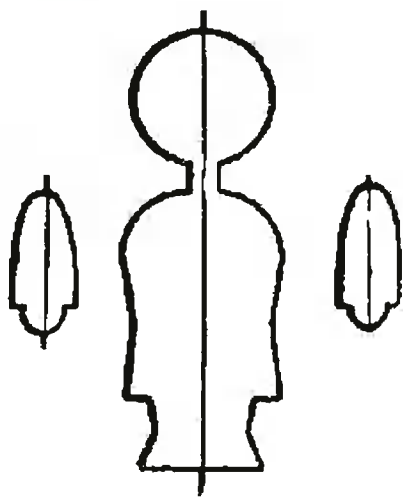

Рис. 2.
**МАЛЬЧИК В РУССКОМ КОСТЮМЕ** (рис. 2). Голову и туловище вытачиваете из одной заготовки, а руки укрепляете либо на гвоздиках, либо на шкантиках. Эти оси делаются подвижными.